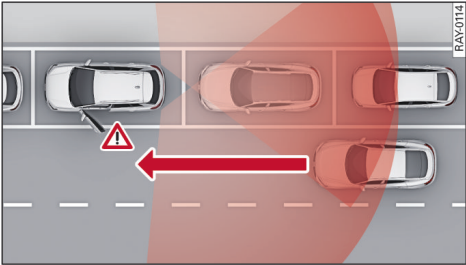

图 79 识别到有车接近
在系统能力范围内，离车警告系统可识别后方有汽车或骑车人或行人接近等交通情况并为您提供离车支持 ⇨ 图 79。系统使用汽车后角感应器数据。
- 感应器探测区域 ⇨ 图 79 只是示意显示，展示的不是成比例的感应器作用范围。